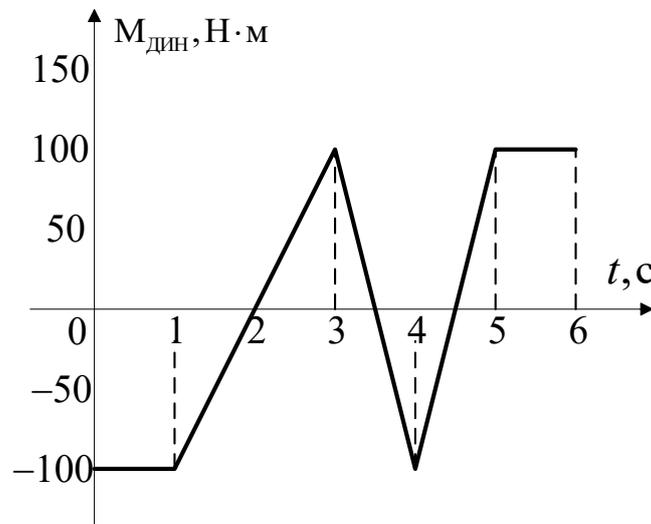

Рис. 1.3. Зависимость динамического момента ЭП от времени
7. Постройте график скорости $\omega(t)$ и угла поворота $\varphi(t)$ жесткого приведенного механического звена с моментом инерции $J_{\Sigma} = 1 \text{ кг}\cdot\text{м}^2$. График зависимости динамического момента ЭП от времени представлен на рис. 1.3.